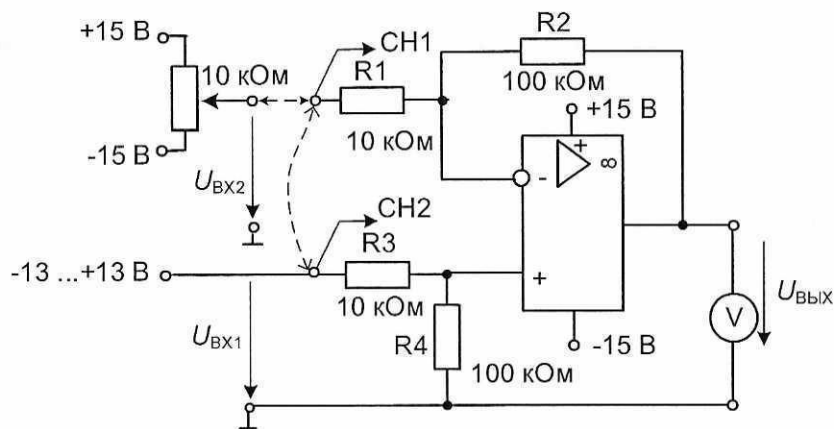

Рис. 3.5.5
- Соберите цепь дифференциального усилителя (рис. 3.5.5). Подайте сначала на оба входа одно и то же напряжение от регулируемого источника постоянного напряжения $-13...+13$ В. Потенциометр при этом не используется. Сопротивления обратной связи в этом опыте R_2 и R_4 равно 100 кОм. Присоедините их перемычками. Входные напряжения измеряйте осциллографом в режиме открытого входа, выходное напряжение измеряйте мультиметром.
- Замените в схеме два сопротивления R_2 и R_4 100 кОм сопротивлениями 10 кОм и подайте на второй вход напряжение с потенциометра, а на первый – от регулируемого источника, как показано на рис. 3.5.5.